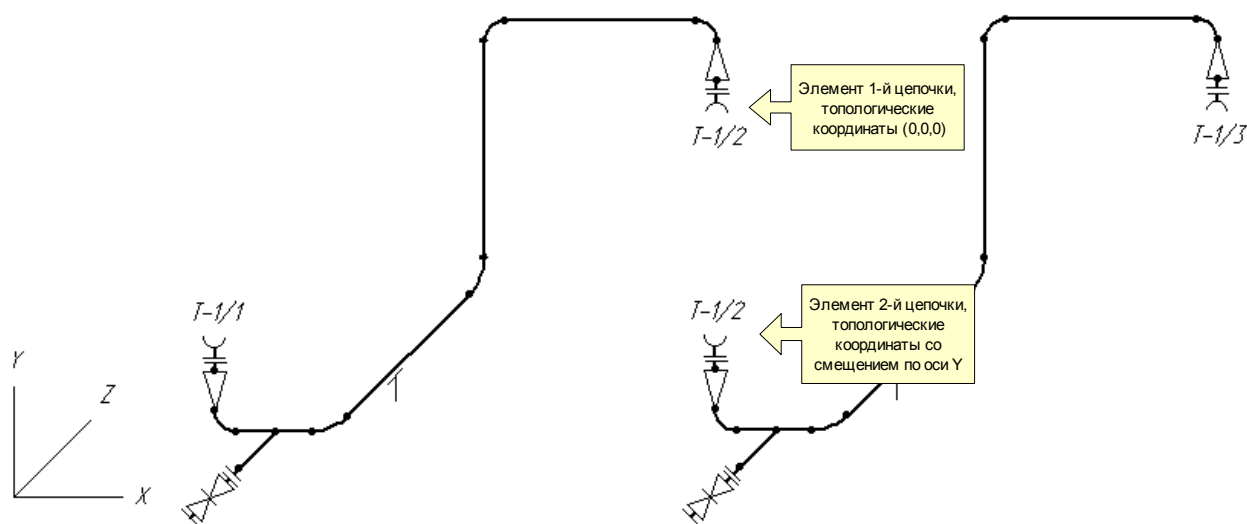
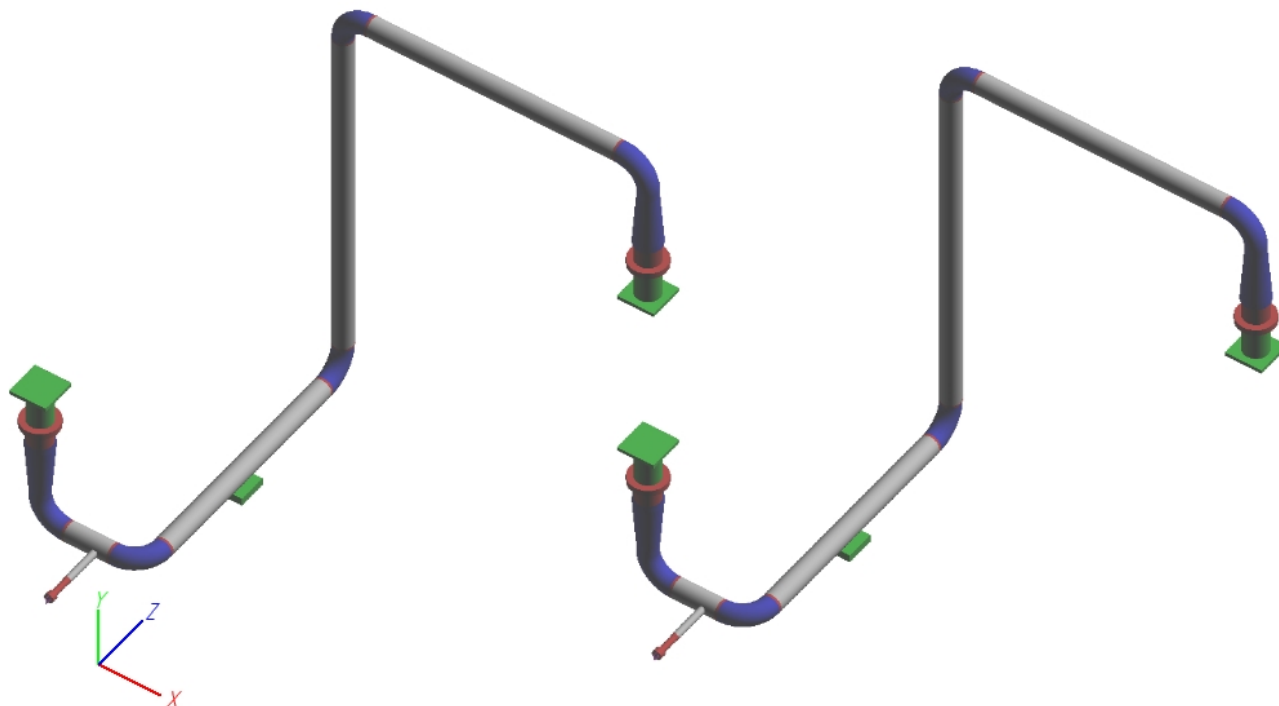

Рис. 3.3.6. Установка топологических координат элементов на изометрической схеме
Рис. 3.3.7. Трехмерное изображение трубопровода, построенное по изометрической схеме
- выделить элемент другого участка (если трубопровод состоит из нескольких цепочек элементов), установить его топологические координаты относительно первого элемента со смещением по осям X, Y, Z (рис. 3.3.6).
В качестве базовых элементов, от которых строится изображение в 3D по заданным топологическим координатам (рис. 3.3.7), рекомендуется выбирать штуцера технологических аппаратов (рис. 3.3.6).